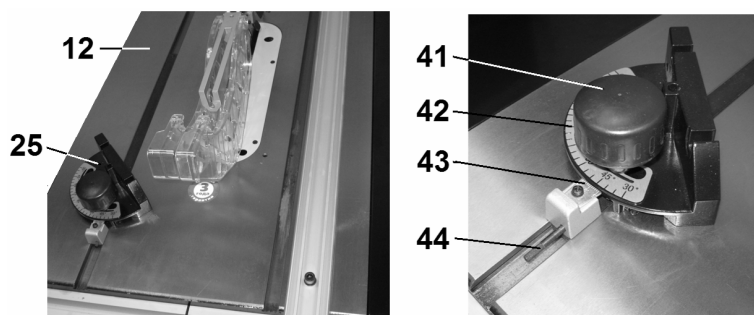

Рис.21
8.7. Установка упора для косоугольного и поперечного пиления (Рис. 21)
9.7. Упор для косоугольного и поперечного пиления (Рис. 21)